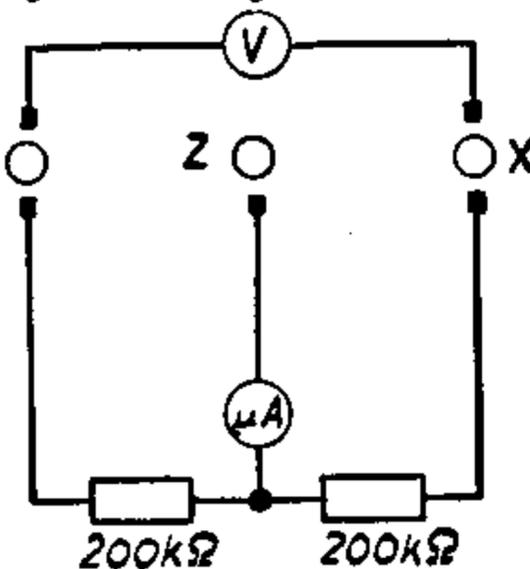

Fig. 1
- Voltmeter mit 10 V Vollausschlag ( $R_i \geq 500k\Omega$ ) an Buchsen X und Y schalten. (Fig. 1)
- Mikroamperemeter mit Nullpunkt in der Mitte an Buchsen X-Y und Z gemäß Fig. 1 anschließen.